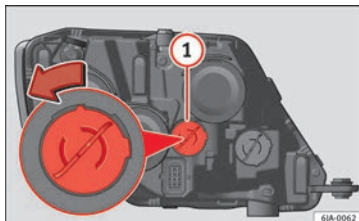

Fig. 95 Substituição da lâmpada da luz diurna.
- Rode o porta-lâmpadas » **Fig. 95** ① para a esquerda e retire-o.